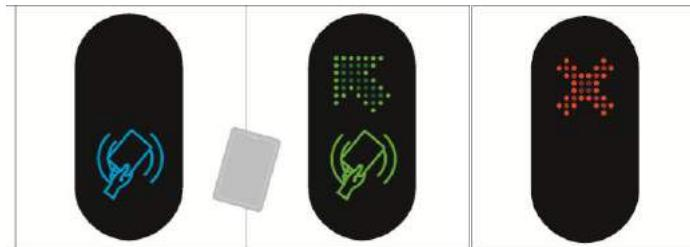

Рис.5 - Отображения статуса работы турникета на табло индикации
1.4.2.2 Статус работы турникета (*Рис. 5*) отображают платы индикации **1,2**, установленные на элементы рамы тумбы турникета. Постоянно светящаяся синяя индикация означает исходное состояние турникета. При попытке несанкционированного прохода начинает мигать красная индикация, включается звуковой сигнал. При поступлении команды открыть проход, сигнал трансформируется в зеленую стрелку со стороны разрешенного прохода. Если попытка несанкционированного прохода происходит при открытых створках, то створки закроются, если в зоне движения створок нет никаких преград.